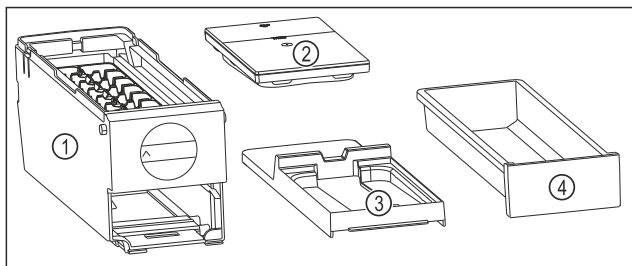

Fig. 108 Компоненти EasyTwist-Ice
- ▶ EasyTwist-Ice складається з чотирьох частин. (див. Fig. 108)
- ▶ Розбирайте EasyTwist-Ice тільки на зображені компоненти. (див. Fig. 108)
- ▶ Очистіть корпус EasyTwist-Ice Fig. 108 (1) без розбирання.